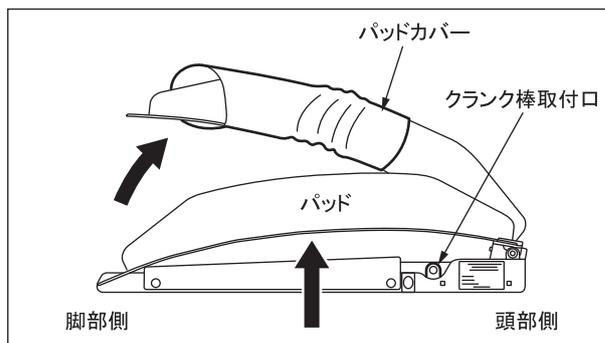

図2-1：透視テーブル用ウィルソンフレーム 5319G
- 1-5 パッドをマウントから外して、ウィルソン保護キットのパッドカバーを取付けます。(図2-1・2-2)